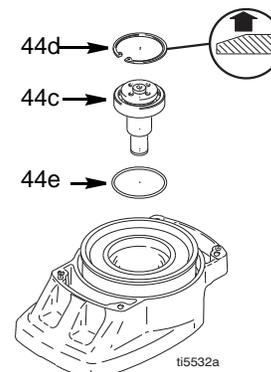

FIG. 6
7. FIG. 6. Retire o anel retentor (44d).
6. FIG. 6. Instale o anel em O (44e).